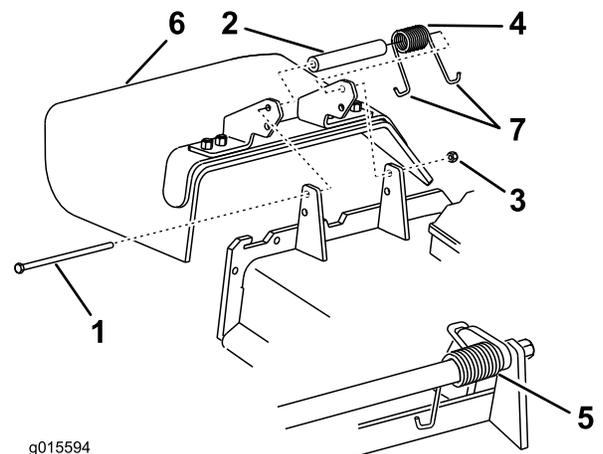

図 1
1. 側方排出用シュートを刈り込みデッキに固定しているロックナット、ボルト、スペーサ、スプリングを取り外す **図 1**。
2. 刈り込みデッキから側方排出用シュートを取り外す **図 1**。